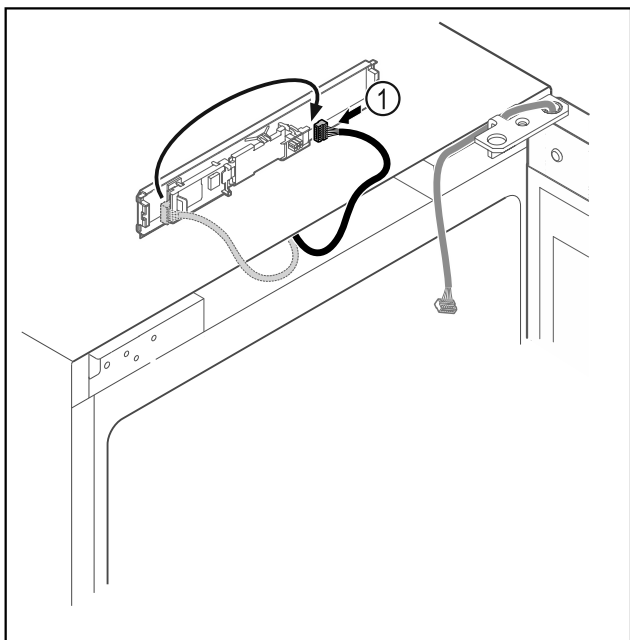

Fig. 14
- ▶ Schimbați poziția de introducere a fișei Fig. 14 (1) la placa electronică.